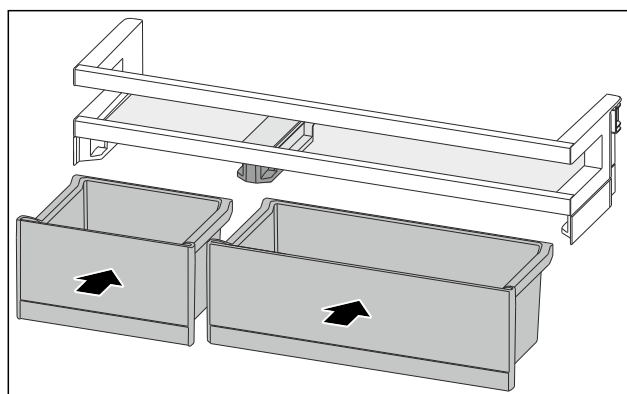

Fig. 84
- VarioBoxy vložte v opačném pořadí. (viz Fig. 84)